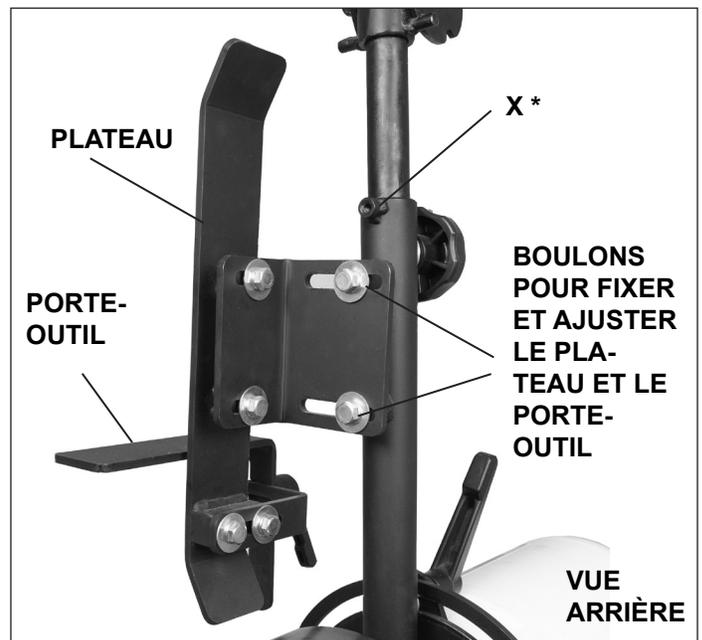

FIG. 5
Le plateau et le porte-outil (P & Q) se fixent au bras de pivot (I) avec 2 boulons hexagonaux, des rondelles fendues et des rondelles plates (Diagramme #10, pièces 1-6 & 1-5) qui sont pré-installés sur le bras de pivot. Une fois installés, le plateau et le porte-outil peuvent être ajustés séparément par rapport à la bande abrasive. Fig. 5.
Le plateau (Pièce #12) est une plaque d'appui robuste en acier placée derrière la bande abrasive. Son utilité est de supporter la bande lors du ponçage. Le plateau devrait être ajusté afin qu'il soit presque en contact avec le dos de la bande abrasive. Ceci peut être fait en desserrant les 2 boulons hexagonaux (#10) qui fixent le dos du plateau à l'équerre (#11). Si le plateau est désaligné, desserrez ces 2 boulons. ajustez le plateau et resserrez les 2 boulons. Fig. 5.
NOTE: * Le Boulon soudé 1/4"x20 au haut du bras de pivot (Fig. 5, X) sert à fixer des écrans de sécurité ou anti-poussière (non-inclus).